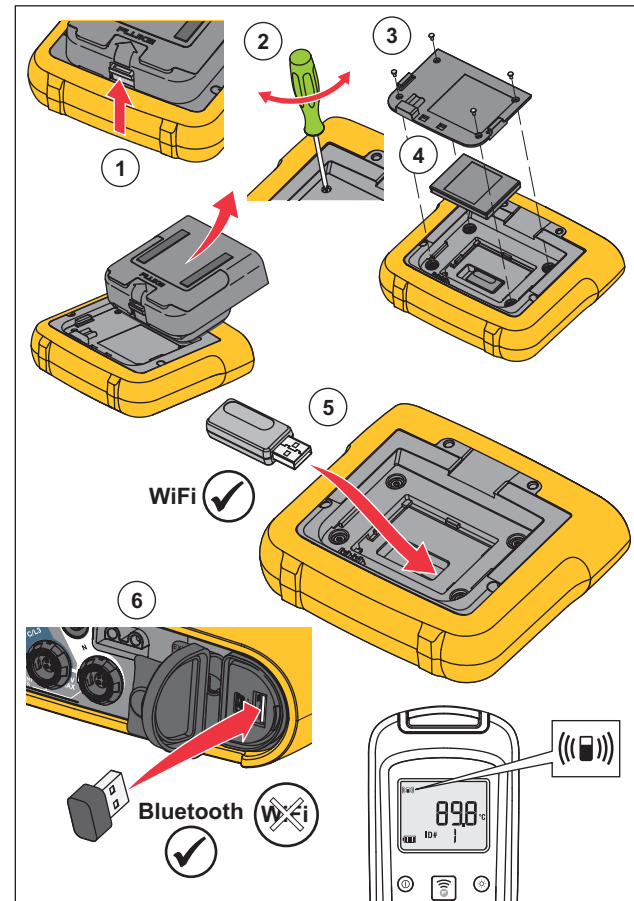

Figure 1. Installation de l'adaptateur
1. Retirez l'alimentation. Voir la Figure 1.